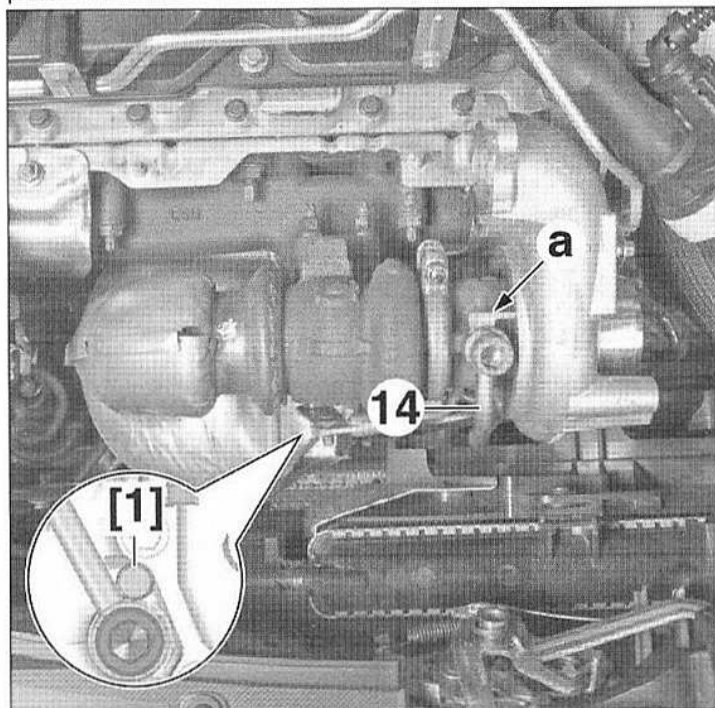

FIG.94
- les vis (13),
- les écrous (15).
- Placer la canalisation de lubrification (14) en veillant à ce que l'ergot (a) du raccord supérieur soit correctement positionné (Fig.94).